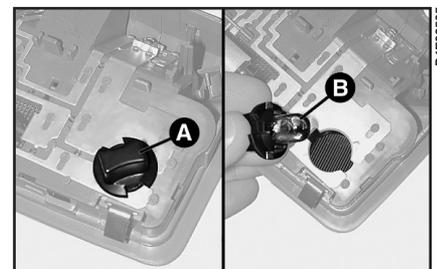

рис. 29
– поверните патрон А (рис. 29) против часовой стрелки и извлеките лампу В;